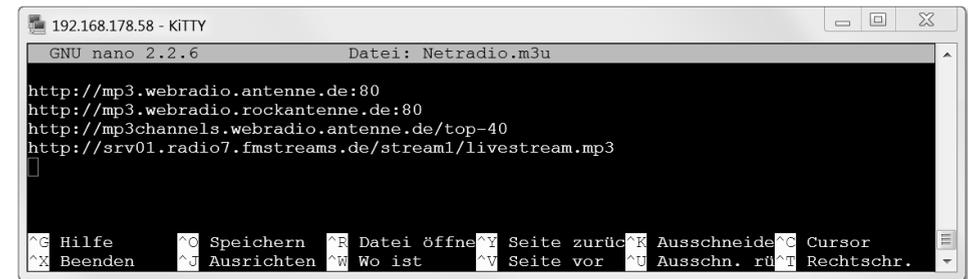

Abbildung 49.5 Beispiel-Playlist für Radio-Streams
2. Nehmen Sie sämtliche gewünschten Streams in die Datei auf, ein Beispiel zeigt Abbildung 49.5.